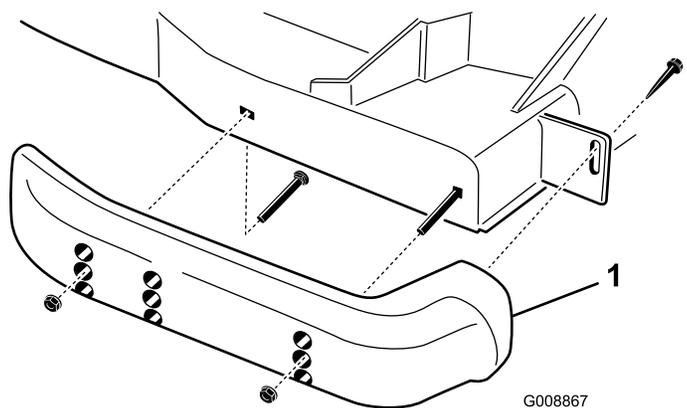

Рисунок 25
2. Снимите с каждого полза болты с буртиком и гайки (Рисунок 25).
1. Отпустите передний винт каждого полза (Рисунок 25).